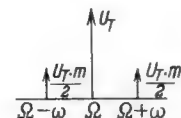

Bild 6. Die bei Amplitudenmodulation entstehenden Seitenfrequenzen
c) Aus dieser Aufspaltung der Gleichung ergibt sich schließlich die dritte Darstellungsart einer amplitudenmodulierten Schwingung (Bild 6), und man erkennt, daß der Abstand der beiden Seitenschwingungen von der Trägerfrequenz lediglich durch die Frequenz des Modulationstones bestimmt ist. Die Bandbreite eines AM-Signals ist also nur von der Breite des zu übertragenden Modulationsfrequenzbandes abhängig. Bei nichtsinusförmiger Modulation (z. B. Sprache oder Musik) tritt an die Stelle von f ein Frequenzband. Dann entstehen durch die Modulation Seitenbänder.